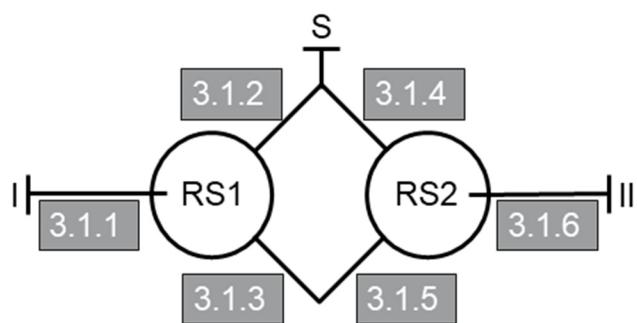

Abbildung 3.3: Getriebeschema nach WOLF für das Summiergetriebe des Mittelmotors
3.1 Beschriften Sie das Getriebeschema nach WOLF in Abbildung 3.3 für das Summiergetriebe im Mittelmotor. (3 Punkte)